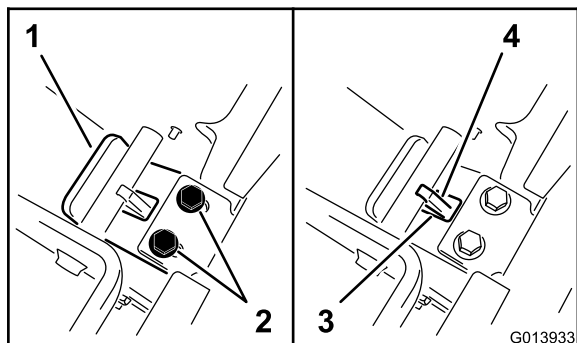

Figure 20
5. Tout en maintenant la pression sur la plaque d'appui, faites glisser la languette vers vous jusqu'à ce que son rebord entre en contact avec la barre transversale (Figure 20).